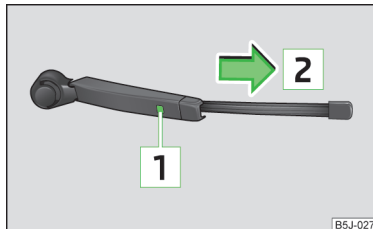

Fig. 50
- Ridicați brațul ștergătorului de pe geam » fig. 50.